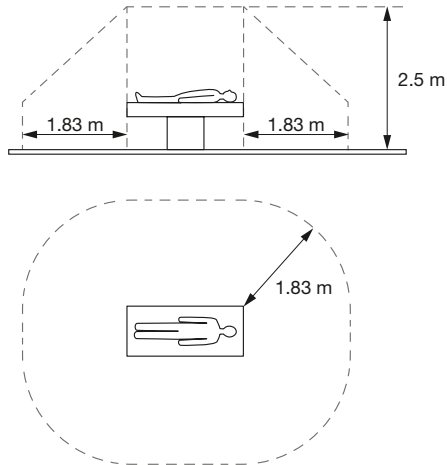

Figura 1 Distância mínima entre o carregador do iPad ou iPad com carregador e o paciente
- Como o iPad não possui um carregador de uso médico, ao carregá-lo, observe a distância mínima ao paciente definida na Figura 1.